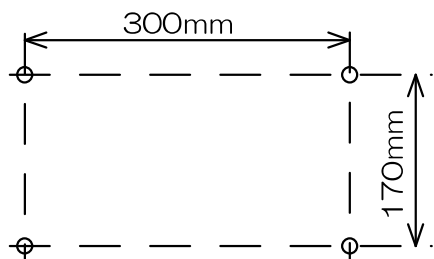

図1
- ③図1に示す寸法のところに付属の丸木ねじ($\phi 3.8 \times 16$)を首下長さ5mm位までねじ込んでください。
(図1、2参照)